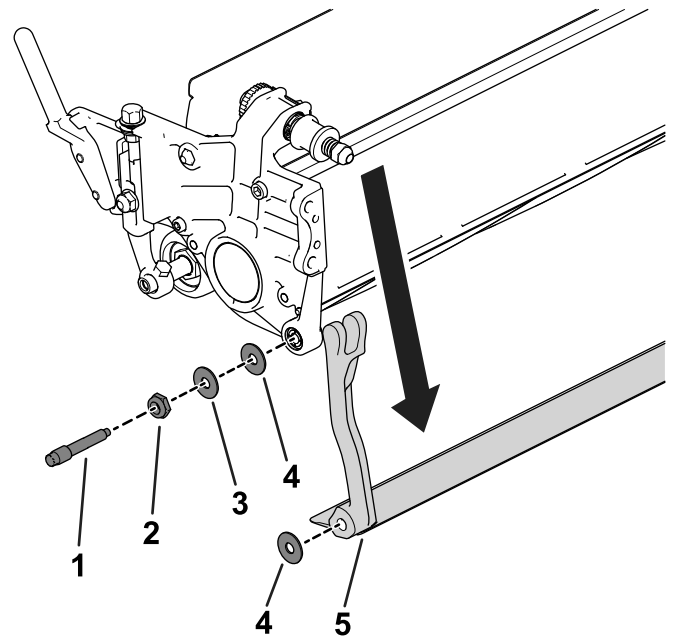

Figura 19
3. Em cada um dos lados da máquina, desaperte a porca de bloqueio que se mostra na Figura 19.
4. Remova cada um dos parafusos da barra de apoio, de modo a puxá-la para baixo e retirá-la da unidade de corte (Figura 19).
Guarde as duas anilhas de aço e a anilha de plástico de cada uma das extremidades da barra de apoio (Figura 19).
3. Coloque uma anilha de nylon de cada lado da placa lateral. Coloque uma arruela de aço no exterior de cada uma das arruelas de nylon (Figura 19).